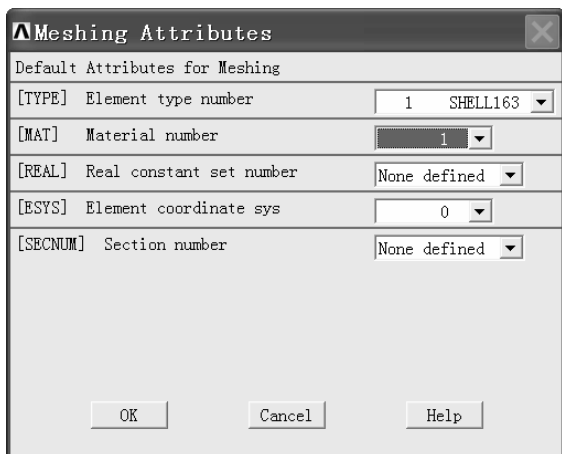
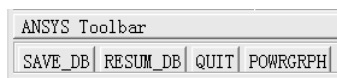

图 10-75 “Meshing Attributes” 窗口
图 10-76 工具条
- (3) 依次选择 Main Menu>Preprocessor>Meshing>Mesh Attributes>Default Attrs, 弹出“Meshing Attributes”窗口(见图 10-75)。在该窗口“[TYPE] Element type number”后的方框中选择“1 SHELL163”, 在“[MAT] Material number”后的方框中选择“1”, 然后单击“OK”按钮。单击“SAVE\_DA”按钮(见图 10-76), 保存数据。